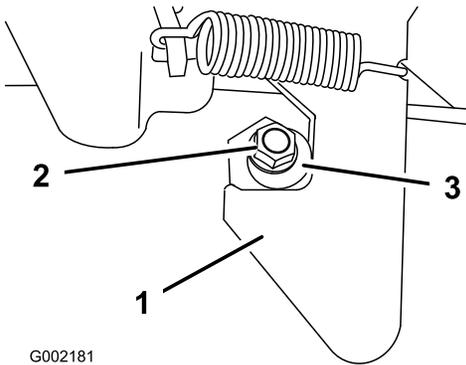

Рисунок 56
1. Ослабьте затяжку контргайки в конце стойки фиксатора (Рисунок 56).
2. Поворачивайте стойку фиксатора по часовой стрелке до тех пор, пока она не будет плотно прижата к крючковой части фиксатора (Рисунок 56).